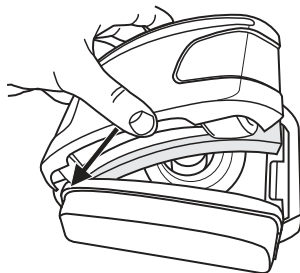

Fig. 7d
- Instale filtro como indicado, sendo certo lado da trava da tampa do filtro é definido no motor/ventilador antes de travamento (Fig. 7d).